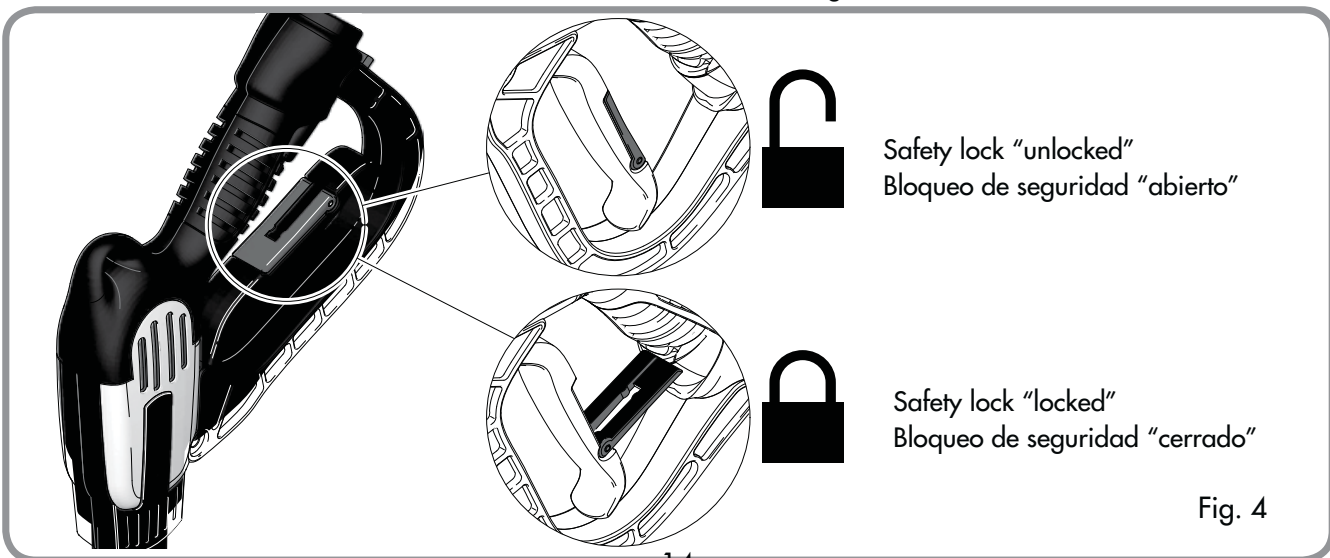

Fig. 4
6. Ensure that the gun safety is unlocked (Fig. 4) and squeeze the trigger until the air has escaped and a steady flow of water is coming from the nozzle.
NOTE: Make sure wand is locked (Fig. 4).
6. Asegúrese de que el dispositivo de seguridad de la pistola está desbloqueado (Fig. 4) y apriete el accionador hasta que salga aire y se genere un caudal de agua constante desde la boquilla.
NOTA: Asegúrese de que la varilla está bloqueada (Fig.4).